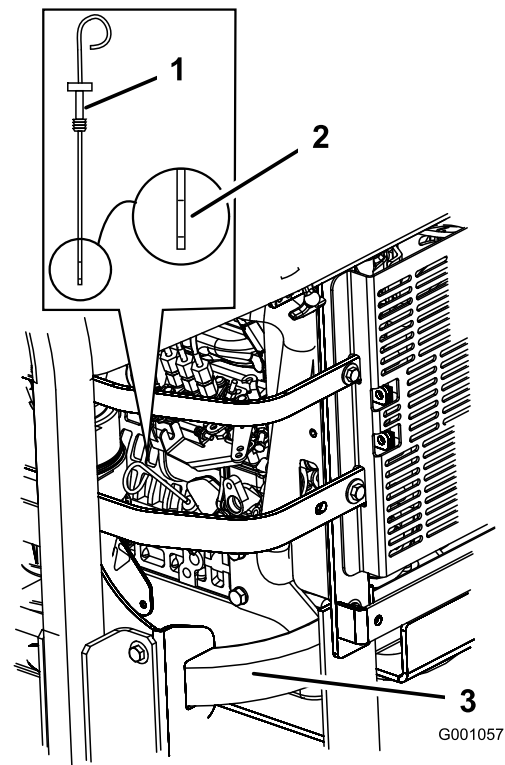

Figure 30
3. Nettoyez la surface autour de la jauge d'huile (Figure 30) pour éviter que des impuretés ne s'introduisent dans le goulot de remplissage, ce qui risquerait d'endommager le moteur.
4. Sortez la jauge d'huile et essuyez soigneusement l'extrémité métallique (Figure 30).
5. Enfoncez la jauge complètement dans le goulot de remplissage. Ressortez la jauge et examinez l'extrémité métallique (Figure 30). Si le niveau est bas, versez lentement une quantité d'huile suffisante dans le trou de remplissage pour amener le niveau au repère du plein.